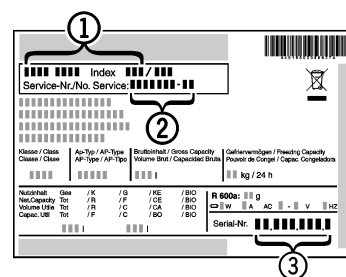

Fig. 12
- ▶ Consulter la désignation de l'appareil *Fig. 12 (1)*, le n° S.A.V. *Fig. 12 (2)* et le n° de série *Fig. 12 (3)* sur la plaque signalétique. La plaque signalétique se trouve à l'intérieur de l'appareil, sur le côté gauche.
- ▶ Informer le service après-vente et lui indiquer le dysfonctionnement, la désignation de l'appareil *Fig. 12 (1)*, le n° S.A.V. *Fig. 12 (2)* et le n° de série *Fig. 12 (3)*.